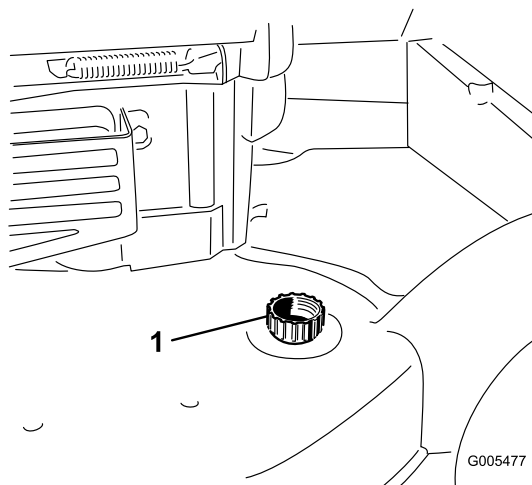

Figura 34
4. Collegate una canna da giardino al rubinetto dell'acqua e al foro di lavaggio (Figura 34).